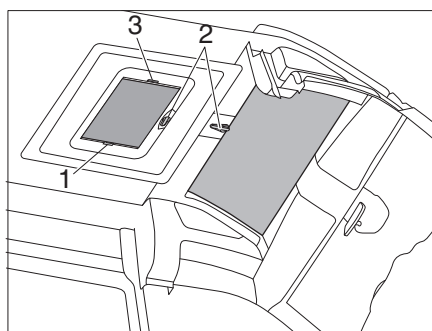

Figure 26 Lanterneau à manivelle et SkyRoof®
- Tourner la manivelle (Figure 26, 2) dans le sens inverse des aiguilles d'une montre jusqu'à ce que la résistance soit perceptible (angle d'ouverture max. 60°, uniquement chez Heki).
- Tirer le dispositif occultant plissé par la poignée (Figure 26,3) et le relâcher lorsqu'il a atteint la position voulue. Le dispositif occultant plissé reste alors à cette position.
- Placer lentement le dispositif occultant plissé en position initiale avec la poignée (Figure 26, 3).
- Tirer la moustiquaire par la poignée (Figure 26, 1) jusqu'à toucher la poignée du dispositif occultant plissé (Figure 26, 3) située en vis-à-vis.